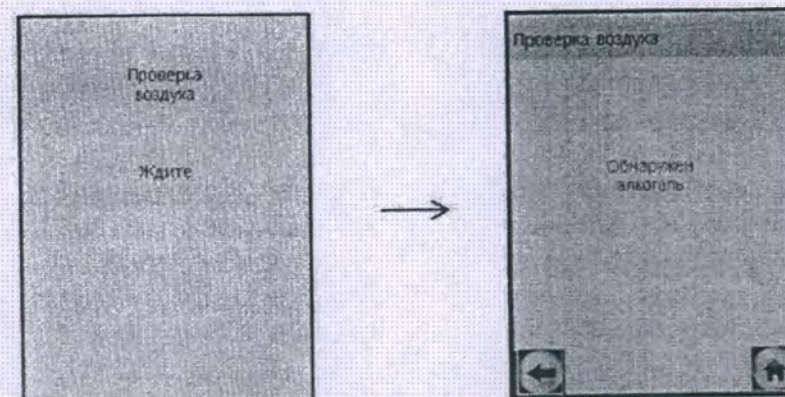

Рисунок 19 – В окружающем воздухе, мундштуке или в заборной системе обнаружены пары этанола
2.8.20 Если при выполнении 2.8.11 настоящего РЭ в окружающем воздухе, мундштуке или заборной системе анализатора будет обнаружен этанол или другие компоненты, которые могут оказать влияние на показания анализатора, на экране появится сообщение «Обнаружен алкоголь» (рисунок 19, справа).